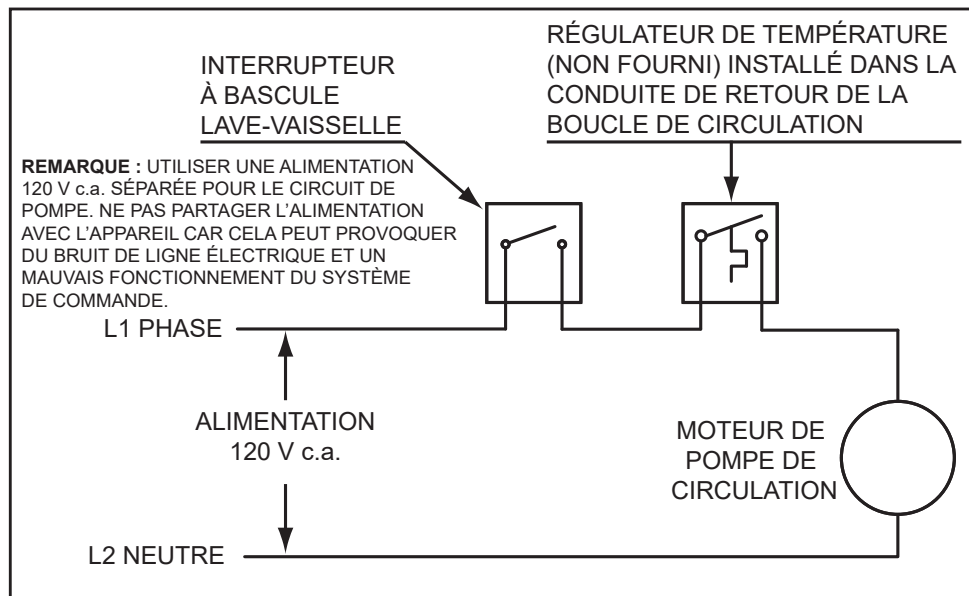

Figure 88. Boucle de recirculation avec lave vaisselle et interrupteur à bascule
7. Si une pompe est installée dans un circuit recirculation entre le chauffe-eau et un conducteur de lave-vaisselle commercial comme à la *Figure 88* (page 102).